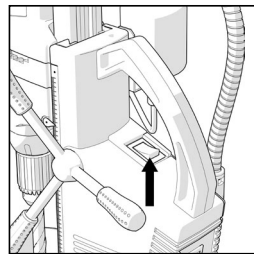

Fig. 5
- Actionnez l'interrupteur moteur noir situé sur le dessus de la machine. (Fig. 5)
- Démarrez le moteur en mettant l'interrupteur NOIR, situé sur le dessus de la machine, en position ON. **(voir la Fig. 5)**